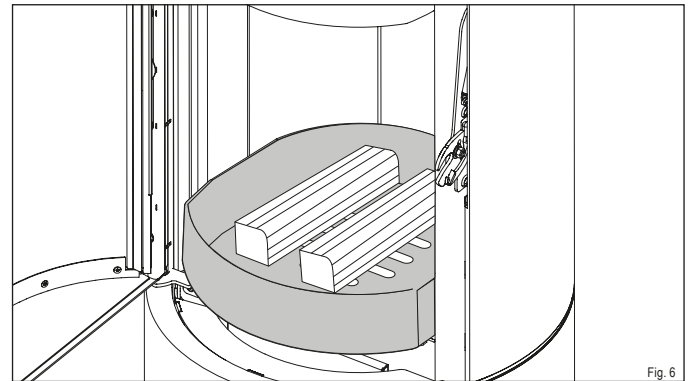

Fig. 6
- ▶ **Placez deux bûches (4) avec un poids total de 1,4 kg au centre dans le foyer (avec la partie frontale orientée vers l'avant) Laissez env. 5 cm d'écart avec la vitre du foyer (Fig. 6).**